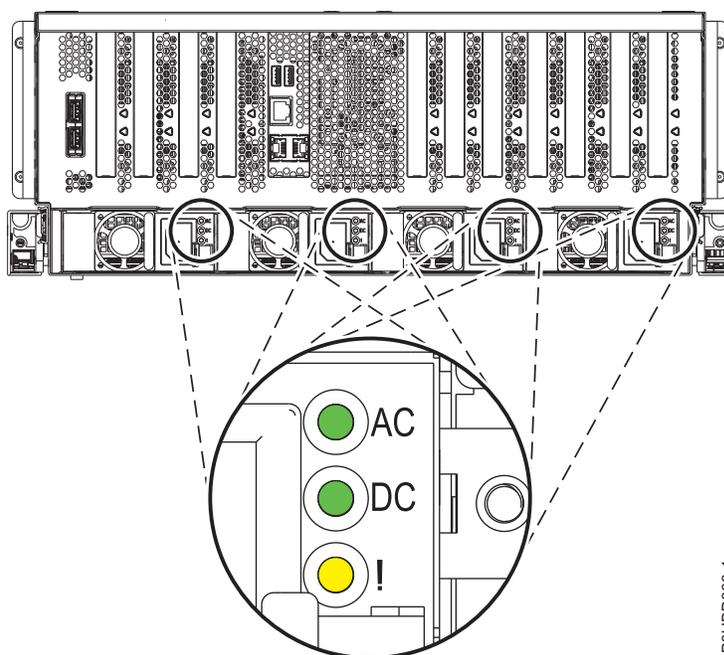

Figura 1. Ubicación de las fuentes de alimentación y de los LED en el sistema 8408-44E o 8408-E8E
4. Localice los diodos emisores de luz (LED) en las fuentes de alimentación. Hay cuatro fuentes de alimentación instaladas en la parte posterior del sistema. Figura 1 se muestra la ubicación de las fuentes de alimentación en un sistema 8408-44E o 8408-E8E así como la posición de los LED de la fuente de alimentación.